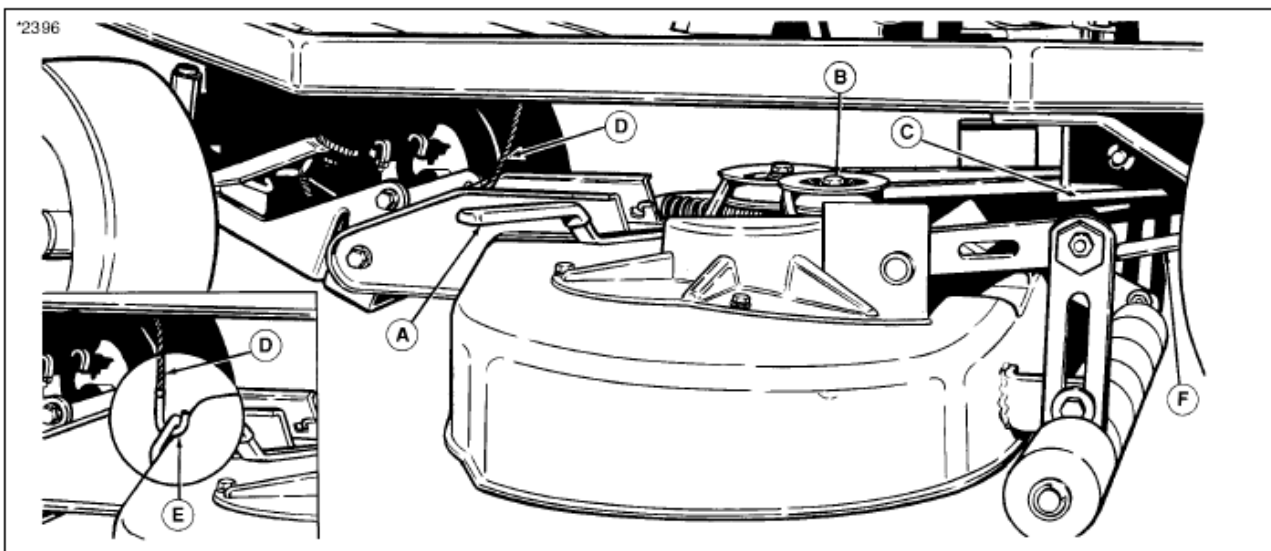

図 7 モアデッキの取り外し/取り付け (図は 34" デッキ)
注意：モアデッキの取り付け・取り外しは、コンクリート等硬い水平な場所で行なって下さい。より簡単にデッキの取り外し・取り付けをする為には、スプリングクリップとクレビスピンを抜いて後部吊り上げアーム（図7のF）を取り外しておくとも簡単に行なえます。
2. 34"デッキの場合、ベルトテンションを緩める為のアイドルプーリーアーム（図7のA）は左側にあります。
3. ベルトテンションを緩めて、アイドルプーリー（図7のB）とPTOプーリー（C）からベルトを外します。ベルトを外すと、フロントヒッチASSYも緩まります。
4. リフトレバーを下げ、Dial-A-Cut を一番刈高が低い位置にし、リフトフック（図7のE）からリフトケーブル（図7のD）を外します。
7. デッキを取り付けるには、逆の手順で行ないます。ベルトをかけるルートを確認して下さい（図6参照）。リフトケーブルがフックに、デッキの後ろ側に向かって掛かっているか確認して下さい（図7参照）。また、後部吊り上げアーム（図7のF）が、後部トーションバーにのっているか確認して下さい。